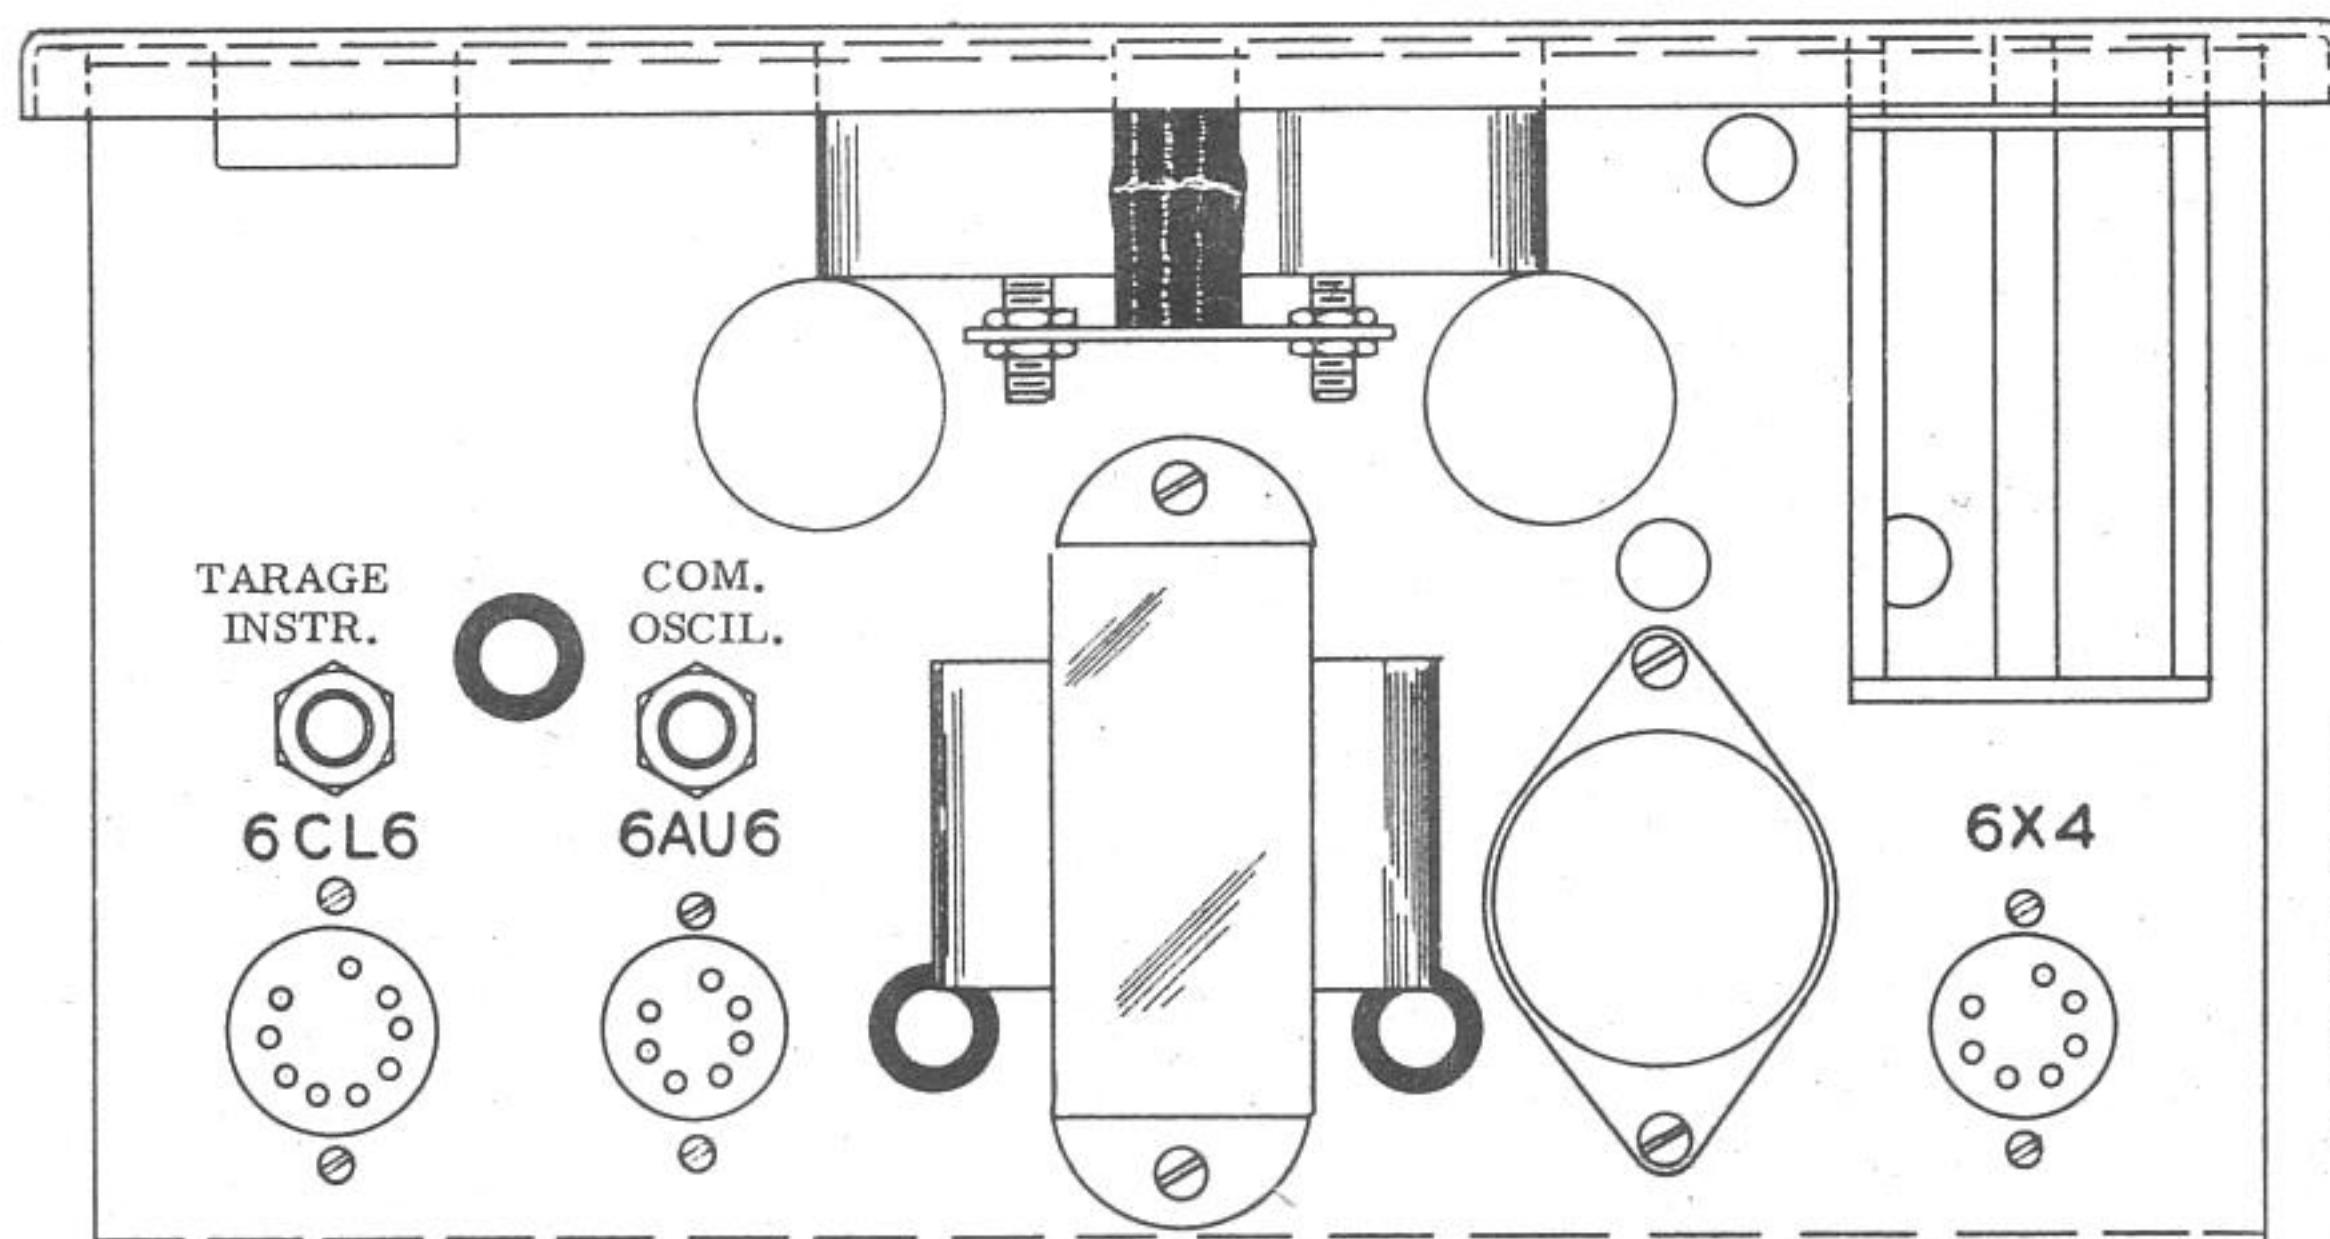

Fig. 1 - Représentation du châssis, vu de dessus. Sont visibles les pivots des potentiomètres à régler pendant les opérations de mise au point.
Ensuite, les potentiomètres placés à l'intérieur de l'appareil, sur le châssis (voir **figure 1**) sont réglés à moitié de leur course (le curseur se trouvant au milieu entre les deux extrémités). Le contacteur donnant le premier chiffre significatif doit être placé sur la position 10, ou plus. Si le générateur fonctionne, on devra constater une déviation de l'aiguille du microampèremètre en tournant le potentiomètre qui commande l'amplitude de la tension de sortie (bouton à droite de l'appareil sur le panneau avant). Cela indique que l'oscillateur fonctionne et qu'un signal BF dont la tension est fonction de la position de l'atténuateur à décades et du potentiomètre, est présent sur les bornes de sortie.
- 4) Faire varier la fréquence du signal du générateur en la portant successivement à 25, 50, 100, 150, 200 Hz et ainsi de suite par multiples de 50. La fréquence du secteur étant de 50 Hz, on obtiendra sur l'écran des images stables pour toutes ces fréquences. Par exemple, avec une fréquence de 25 Hz, on verra une image du type de celles des figures 5 et 8 (page 812), mais orientée verticalement (rapport 1:2). Avec une fréquence de 50 Hz, l'image ressemblera à l'une des figures 1, 2, 3 ou 4, et ainsi de suite selon le rapport entre la fréquence du signal et celle du secteur. Nous rappellerons que de légères différences peuvent intervenir en raison de l'inexactitude et des variations de la fréquence du secteur et que ce contrôle n'est possible que jusqu'à une fréquence maximale de 1 000 Hz. Pour des fréquences plus élevées, on adoptera la méthode décrite dans la 103ème leçon.